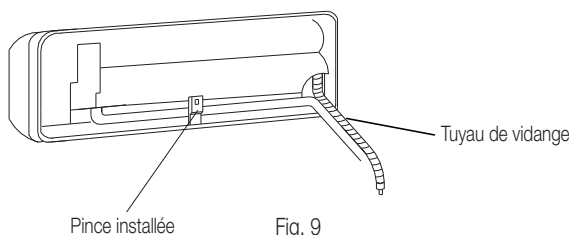

Fig. 9
2. Raccordement de la conduite arrière gauche (similaire à celui de la conduite inférieure gauche). (En option, voir fig. 9)
Le tableau droit sert à positionner le tuyau de vidange, voir Fig. 9.